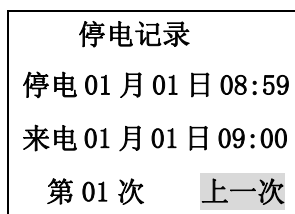

图 1
① 进入查询：直接按面板上“停电查询”键，仪表进入来停电查询，画面如图 1 所示：